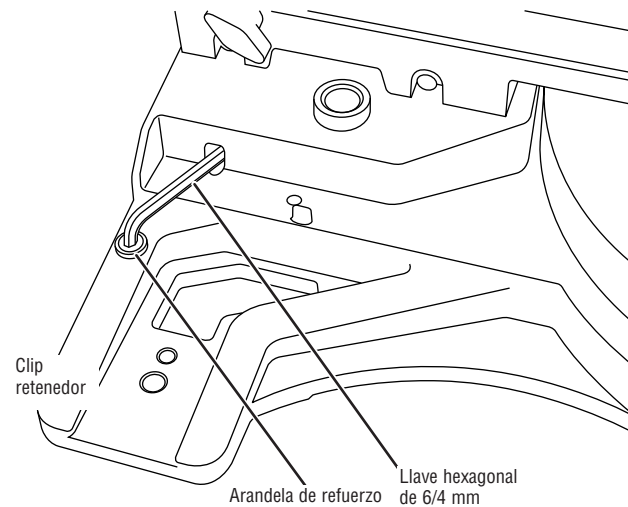

Figura 2. Almacenamiento de la llave hexagonal
**Almacenamiento de la llave hexagonal de 6/4 mm** – Hay un lugar de almacenamiento en la sierra para almacenar la llave hexagonal de 6/4 mm. Inserte la pata corta de la llave hexagonal a través de la arandela de refuerzo de goma de la manera que se muestra en la ilustración. Coloque la pata larga dentro del apoyo para la herramienta y presione hacia abajo al interior del clip retenedor (vea la Figura 2).